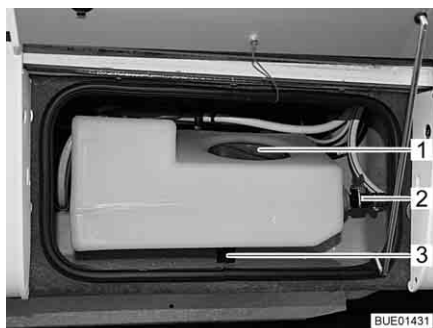
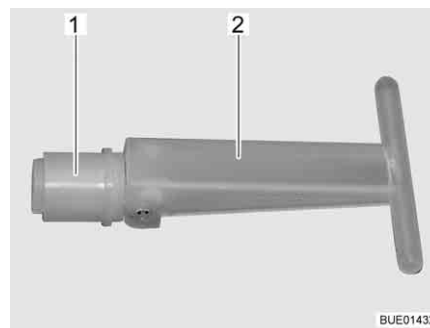

Fig. 197 Depósito de agua adicional
Fig. 198 Tapón de cierre
Al estar abierta la válvula de descarga (Fig. 197,2), la cantidad de llenado estará limitada a aprox. 30 l; el agua excesiva saldrá. Si la válvula de descarga está cerrada, estará a disposición el volumen completo del depósito.
Si se retira el tapón de cierre (Fig. 198,1) en el interior del depósito de agua adicional, el agua saldrá a través del desagüe (Fig. 197,3). Al tapón de cierre se tiene acceso a través de la abertura de servicio (Fig. 197,1).
- Asegurar que el tapón de cierre (Fig. 198,1) en el depósito de agua adicional esté cerrado (el asidero (Fig. 198,2) está plegado).
- Asegurar que esté cerrada la válvula de descarga (Fig. 197,2).
- Abrir la abertura de servicio (Fig. 197,1) del depósito de agua adicional.
- A través de la abertura de servicio, poner el asidero (Fig. 198,2) del tapón de cierre (Fig. 198,1) en posición vertical y extraer el tapón de cierre
- Abrir la válvula de descarga (Fig. 197,2) del depósito de agua adicional.